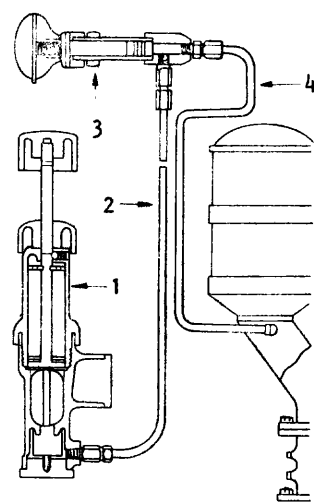

Fig. 1
*ELEMENTOS CONSTITUTIVOS (fig. 1)*